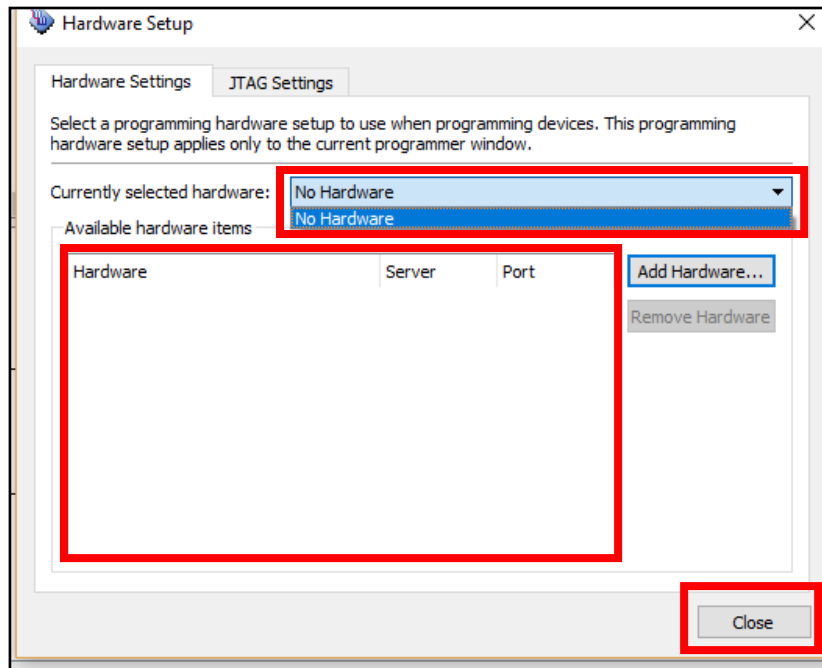

Figura 17: Ventana emergente de “Hardware Setup” para la detección de la placa.
- 7) Luego en la nueva ventana emergente se debe seleccionar el Hardware “USB-Blaster 0” desplegando la pestaña correspondiente al parámetro “Currently selected Hardware”. Una vez se agregue “USB-Blaster 0” a la lista de “Available Hardware items” se selecciona “Close”. La ventana y los parámetros mencionados se pueden apreciar en la Figura 17.